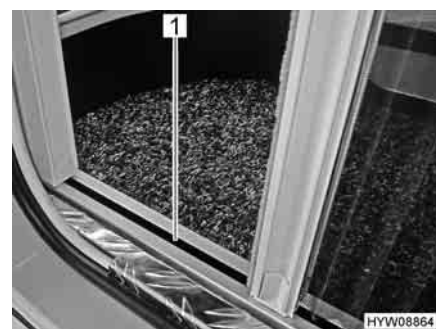

Fig. 33 Guida inferiore della protezione contro gli insetti
- ▷ Durante l'apertura e la chiusura, afferrare la barra di presa con entrambe le mani. In questo modo è possibile limitare la possibilità che la protezione contro gli insetti si inceppi nelle guide (Fig. 33,1).